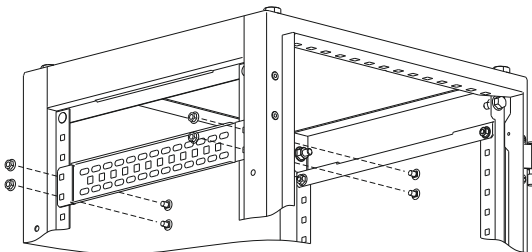

Рисунок 3
3.1 Приложите рейку боковую с внешней стороны боковой поверхности передней и задней стоек корпуса на нужной высоте. Вставьте по очереди в квадратные отверстия четыре болта М6×10 и закрепите гайками М6 (рисунок 3). Момент затяжки 5 Н·м.